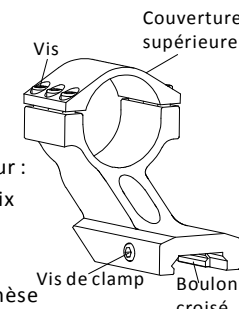

Fig 3 Mounting bracket
- Le support (la figure 3) est pour attacher le viseur à l'arme. Le viseur vient avec le support joint.
2) Insérez la clé Torx incluse dans le trou de vis de bride, puis tournez pour détacher le boulon croisé (suivant les indications de Fig3). Glissez le viseur dans le rail d'arme à une position commode, et serrez finalement la vis de bride.